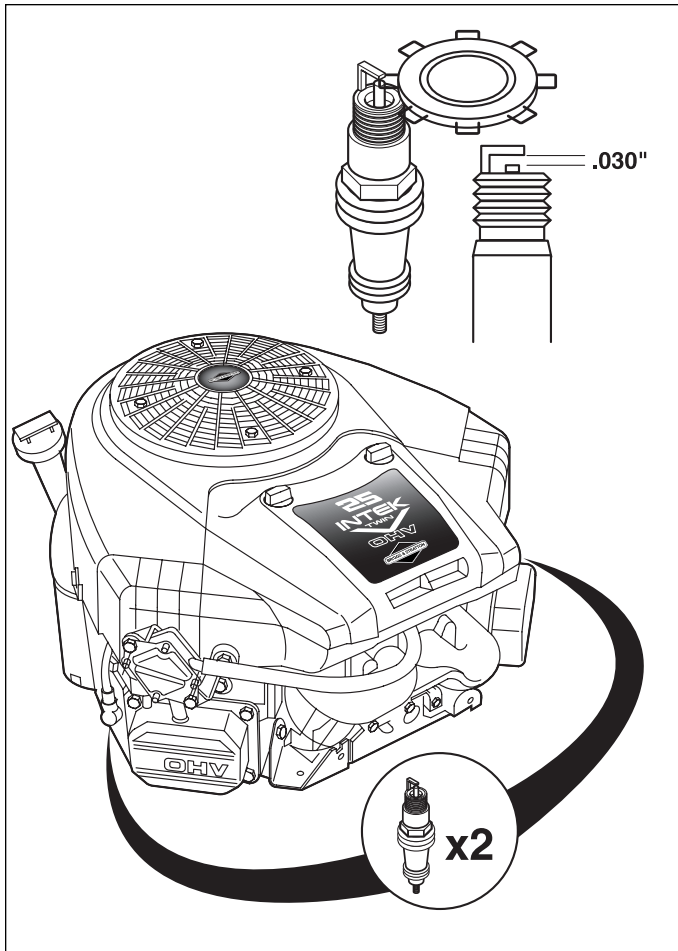

Figure 39. Écartement des électrodes de bougie
2. Voir les Figures 39, 40 ou 41. Nettoyer la zone autour de la bougie.
4. Contrôler l'écartement des électrodes. Il doit être de 0,76 mm / 0,030 po. (voir Figure 39, 40 ou 41).